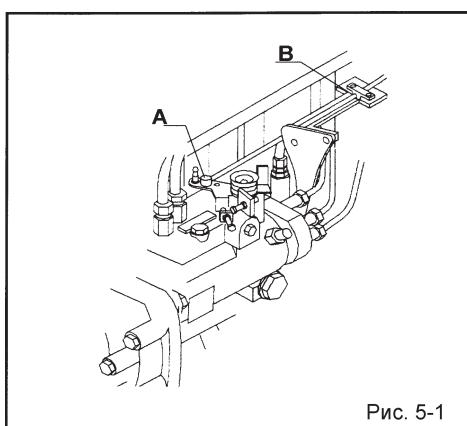

Рис. 5.1
Подсоедините трос к шарниру на рычаге газа (A) и закрепите его зажимом (B). Отрегулируйте длину троса таким образом, чтобы дроссельная заслонка не открывалась до тех пор, пока шестерня реверс-редуктора не войдет в зацепление (рис. 5.1) (если используется дистанционное управление с одним рычагом).